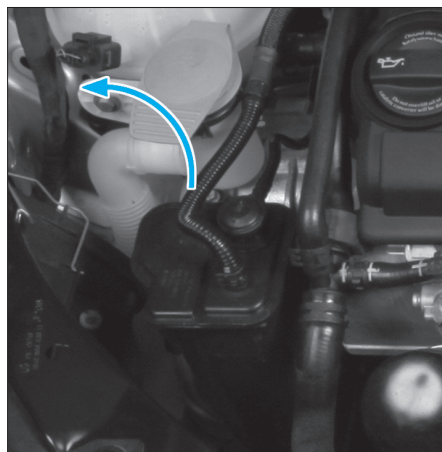

Fig. 1
- Déposer et basculer le réservoir de charbon actif sans débrancher les durits (Fig.1).